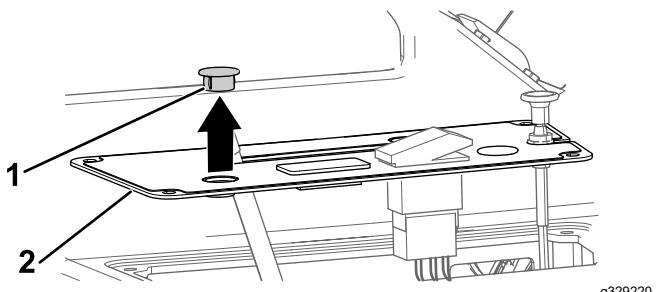

Bild 4
2. Entfernen Sie die runde Blende von der Armaturenbrettabdeckung (Bild 4).